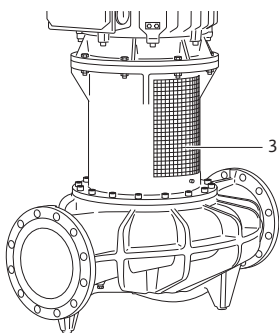

Fig. 48: Namontovaný plech na ochranu spojky
- Čerpadlo provozujte jen s namontovanými plechy na ochranu spojky (Fig. 48, poz. 3).